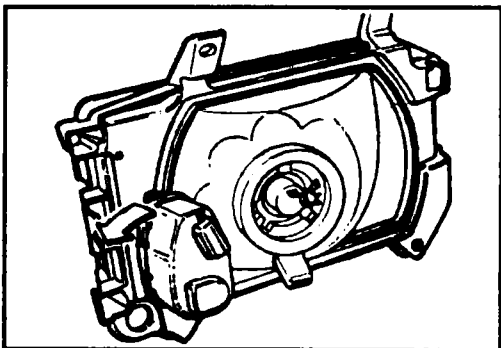

Рис. 11.32 Демонтаж сервомотора регулировки фары
Механизм сервопривода расположен в фаре (см. рис. 11.32). С помощью кнопки на щитке приборов фарам придается желаемое положение.
- ◆ Поворотом сервопривода вправо для правой или влево для левой фары отсоедините его от корпуса фары (см. рис. 11.32).